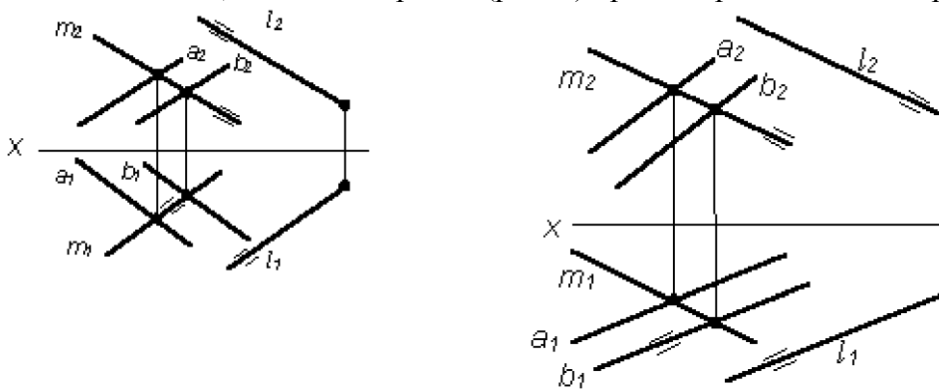

Рис. 5
8. Укажите, на каком чертеже (рис. 5) прямая l расположена параллельно плоскости $P(a \parallel b)$.